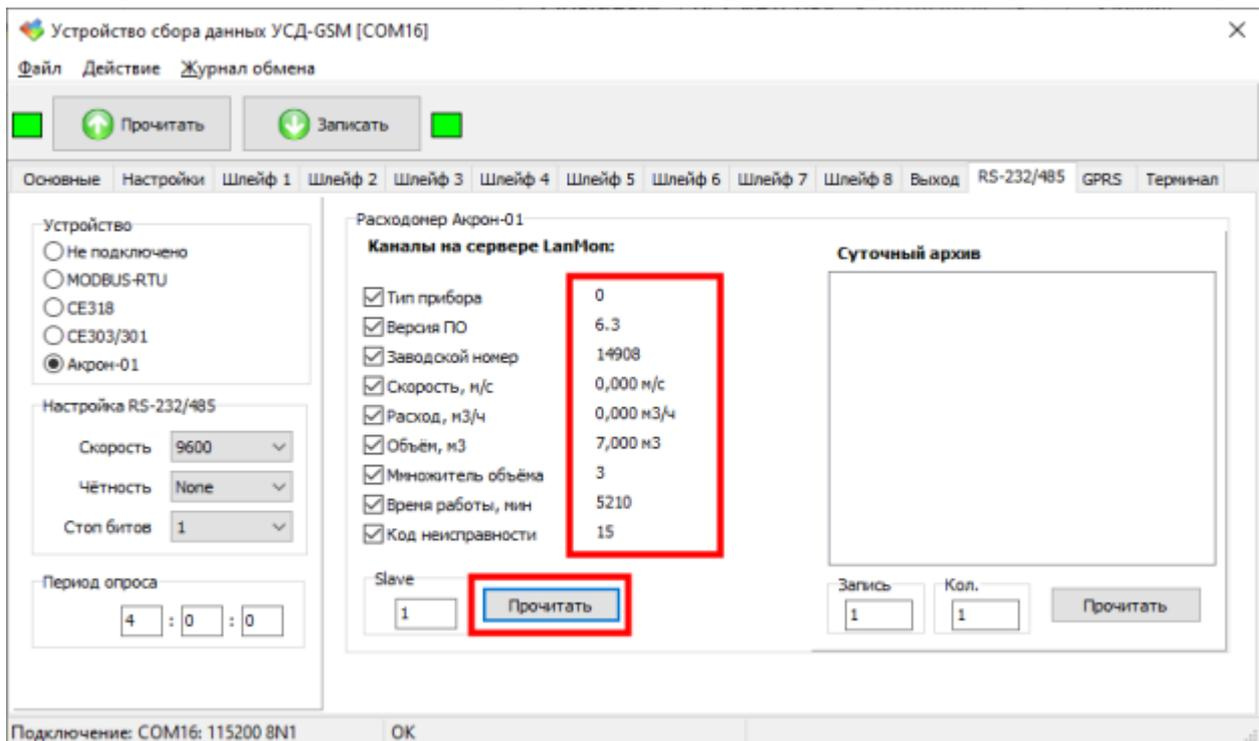

Рисунок 28 – Чтение данных из «Акрон-01»
11. Если настройки УСД и подключение к прибору сделаны правильно, то появятся прочитанные из расходомера параметры (рисунок 28).